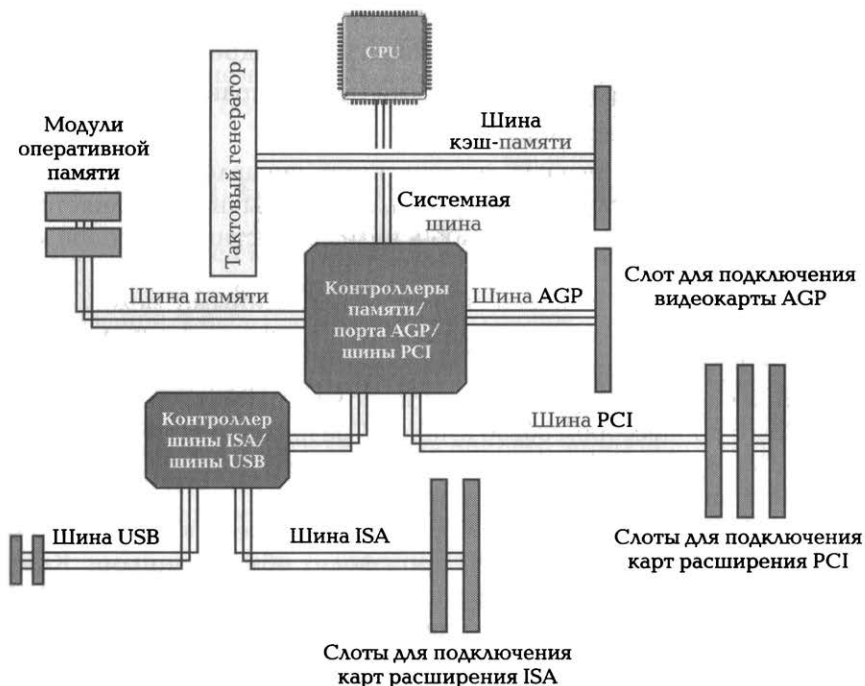

Рис. 2.7. Структура шины
*Шиной (Bus)* называется вся совокупность линий (проводников на материнской плате), по которым обмениваются информацией компоненты и устройства ПК. Шина предназначена для обмена информацией между двумя и более устройствами. Шина, связывающая только два устройства, называется *портом*. На рис. 2.7 дана структура шины.